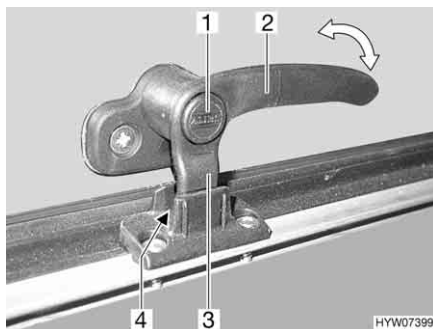
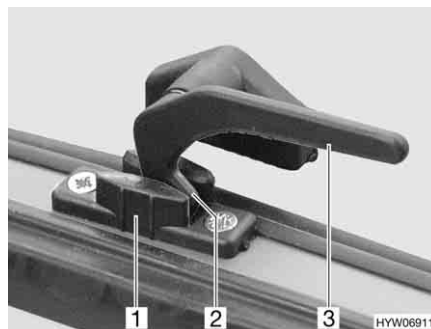

Fig. 91 Levier de verrouillage avec bouton de sécurité en position "Aération permanente"
Fig. 92 Levier de verrouillage en position "Aération permanente"
- En position "Aération permanente" (Fig. 91 et Fig. 92)
- S'il existe, appuyer sur le bouton de sécurité (Fig. 91,1) et le maintenir enfoncé.
- Tourner le levier de verrouillage (Fig. 91,2 ou Fig. 92,3) d'un quart de tour vers le centre de la fenêtre.
- Remettre le levier de verrouillage en position initiale. Le tenon de verrouillage (Fig. 91,3 ou Fig. 92,2) du levier de verrouillage doit pénétrer alors dans le logement prévu à cet effet dans le verrouillage de fenêtre (Fig. 91,4 ou Fig. 92,1).
- Relâcher le bouton de sécurité (Fig. 91,1).